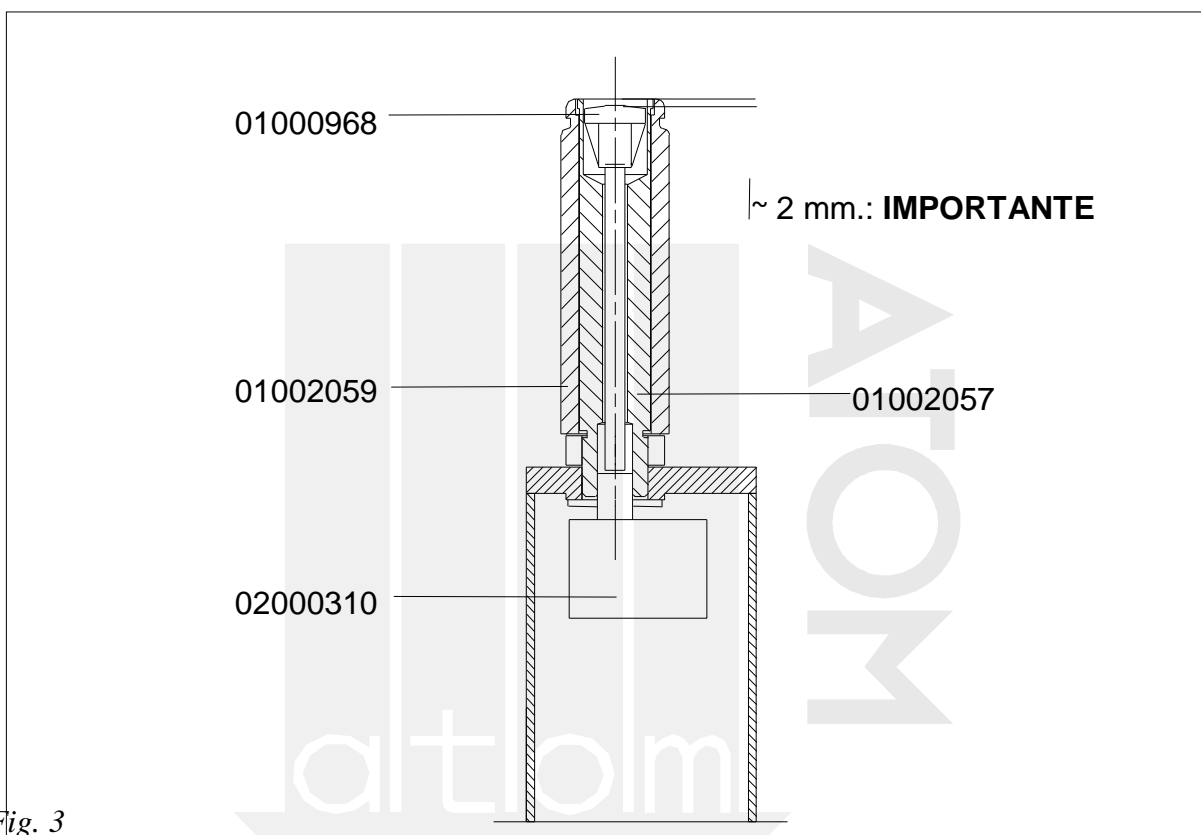

Fig. 3
- a)** allentare la vite di bloccaggio (M) e ruotare completamente in senso antiorario il volantino di regolazione corsa (H): il piatto battente salirà fino al suo arresto (Fig. 3).